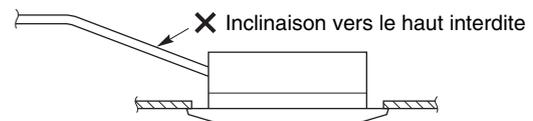

Fig. 3-13
- N'installez pas le tube en l'inclinant vers le haut par rapport à l'orifice de raccordement, car les condensats refouleraient et fuiraient même lorsque l'unité ne fonctionne pas. (Fig. 3-13)